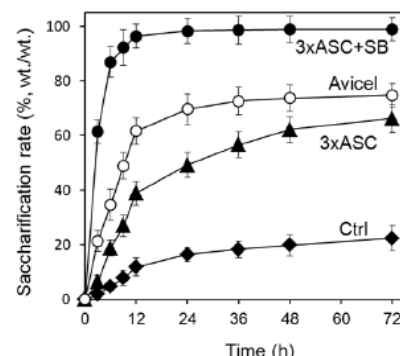

図4 稲藁の酵素糖化に対する前処理の効果 Ctrl：無処理、3XASC：3回ASC処理、Avicel：脚注参照、3XASC+SC：3回ASC+SC処理
- ▶ 開発した亜塩素酸・重曹法により、稲藁のリグニンを88%除去することが可能となり、工業用セルラーゼによる50°C、12時間での糖化の場合、無処理稲藁の糖化率20%に対して、96%の糖化率を達成した（図4）。